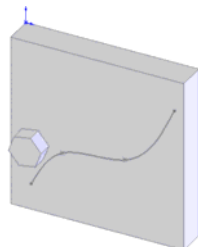

图 5-113 切除拉伸的图形
❽ 绘制草图。选择菜单栏中的“工具”→“草图绘制实体”→“样条曲线”命令，绘制如图 5-113 所示的样条曲线，然后退出草图绘制状态。